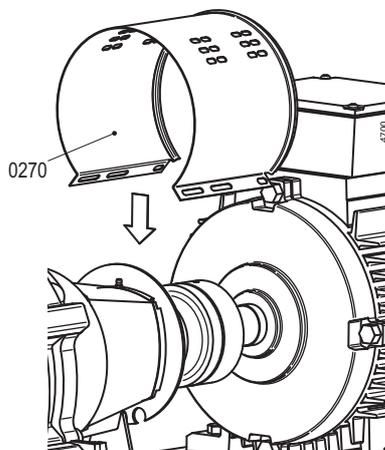

Figura 7: Montare la camicia a lato del motore.
- 2 Togliere entrambe le camicie di protezione (0270). Vedere la figura 7.